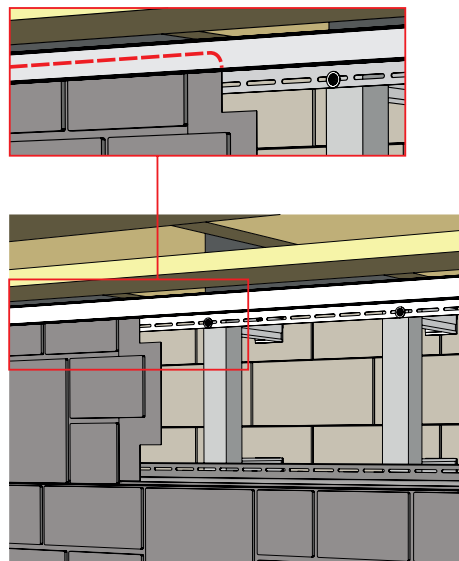

Рисунок 96
- 17.7** Завершающий ряд панелей (под карнизным или фронтонным свесом) подрежьте по высоте и смонтируйте в универсальный J-профиль 7/8 (рис. 96).